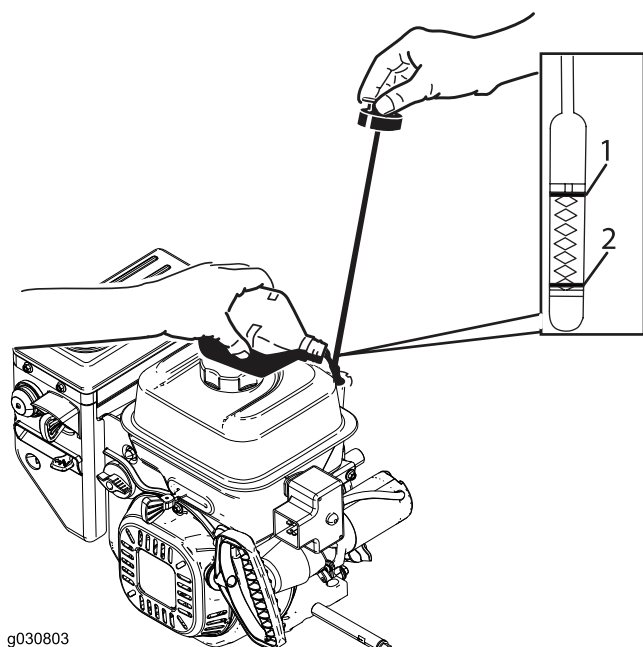

Figure 43
2. Sortez de nouveau la jauge et contrôlez le niveau d'huile (Figure 43). Faites l'appoint si le niveau est en dessous du repère « Add » sur la jauge. Voir 6 Plein d'huile du carter moteur \(page 9\).